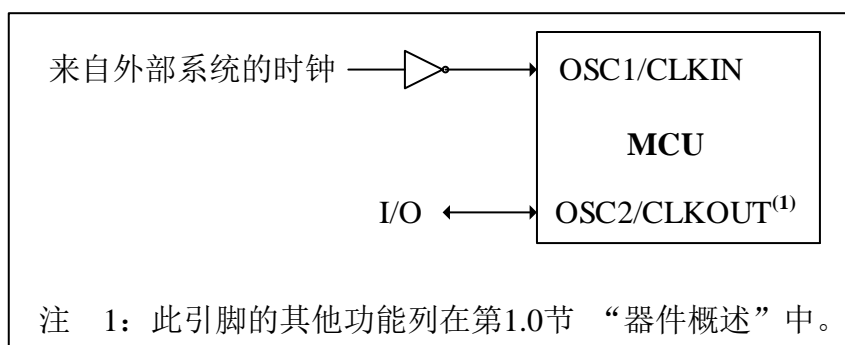

图 4-4-2: 外部时钟 (EC) 模式的工作原理
外部时钟 (EC) 模式允许外部产生的逻辑电平作为系统时钟源。工作在此模式下时，外部时钟源连接到 OSC1 输入，OSC2 引脚可用作通用 I/O。图 4-4-2 给出了 EC 模式的引脚连接。